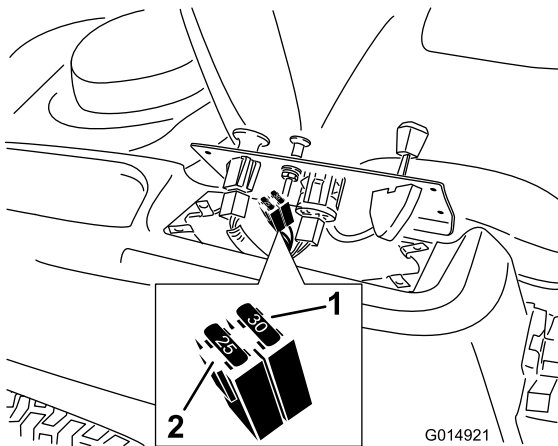

Figure 37
2. Soulevez le panneau de commande pour accéder au faisceau de câblage principal et au porte-fusibles (Figure 37).
3. Pour remplacer un fusible, tirez dessus pour l'enlever (Figure 37).